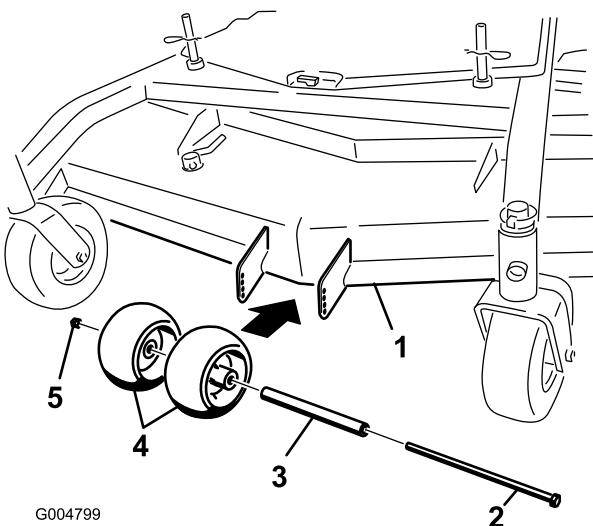
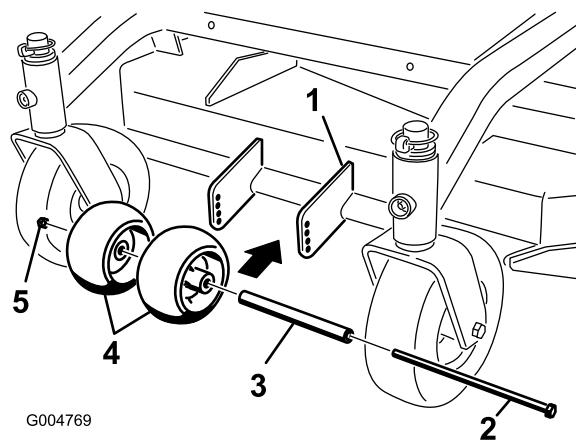
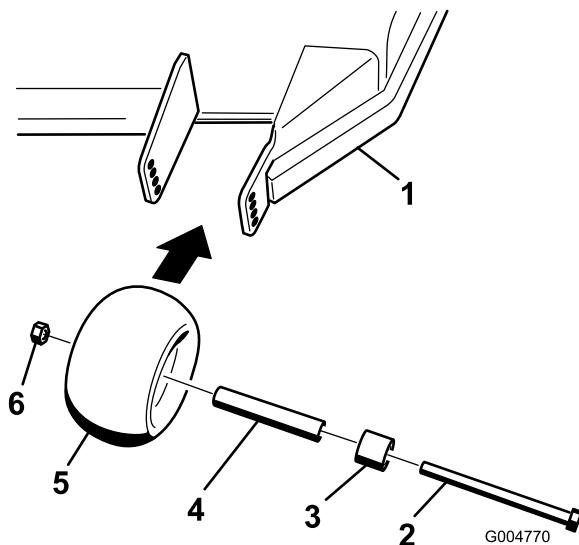

Figure 13
Figure 15
Figure 14
1. Après avoir réglé la hauteur de coupe, vérifiez que les galets anti-scalp procurent une garde au sol minimale de 10 mm (3/8") (Figure 13, Figure 14, Figure 15).
2. Si un réglage est nécessaire, retirez le boulon, les rondelles et l'écrou (Figure 13, Figure 14, Figure 15).
3. Choisissez le trou requis pour que les galets anti-scalp soient à 10 mm (3/8") ou plus du sol (Figure 13, Figure 14, Figure 15).
4. Remettez le boulon et l'écrou (Figure 13, Figure 14, Figure 15).